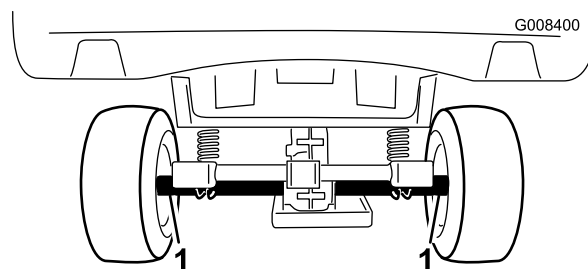
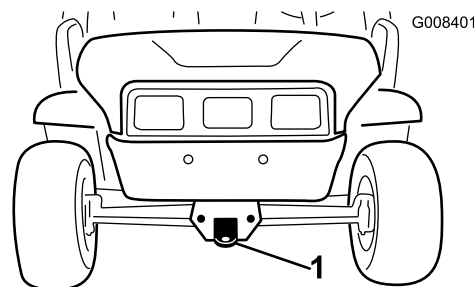

Figura 18
Figura 19
Utilizzate un rimorchio se dovete trasportare il veicolo a distanze considerevoli. Accertatevi che il veicolo sia fissato al rimorchio. Vedere Figura 18 e Figura 19 per conoscere la posizione dei punti di attacco.
2. Fissate una fune di traino al timone sulla parte anteriore del telaio (Figura 19).